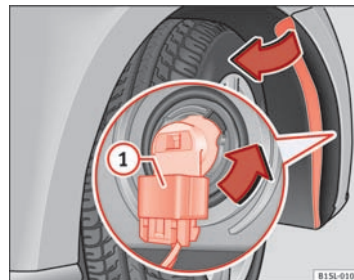

Fig. 147 Udskiftning af pære i forlygte
5. Løsn tilslutningsstikket ⇒ Fig. 147 **1**, og træk det af.
6. Drej pæreholderen ⇒ Fig. 147 helt i pilens retning **mod uret**, og træk den bagud og ud sammen med pæren.
9. Sæt tilslutningsstikket ⇒ Fig. 147 ① på pæreholderen. Du skal kunne høre, at tilslutningsstikket går i hak.